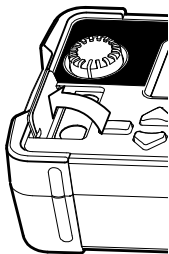
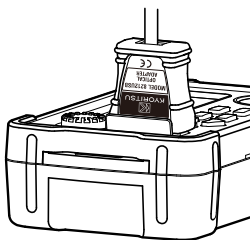

图 14-1
图 14-2
- (1) 请先在电脑上安装“KEW Report”软件。
- (2) 请从本产品的端口上取下测试线。
- (3) 请将 MODEL8212USB 的插头插入电脑的 USB 端口。
- (4) 如图 14-1 所示，按箭头方向，将本体上的适配器盒盖掀起，如图 14-2 所示，插入 MODEL8212USB。
- (5) 接通本产品电源。此时，可以选择任意功能。
- (6) 启动电脑上已安装的软件“KEW Report”，请双击“Download”，将所保存的数据下载至电脑。详情请参考 MODEL8212USB 的使用说明书及 KEW Report 帮助。